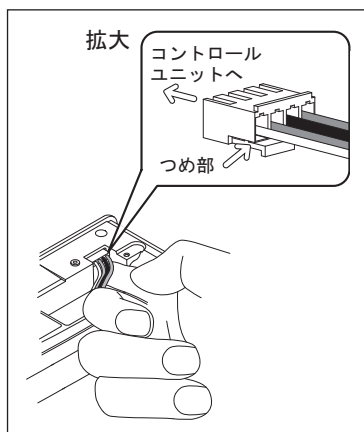

図8
- 5) コネクタを外す際は、コネクタの根元近くのつめ部を押しながらか取り外してください。(図8)